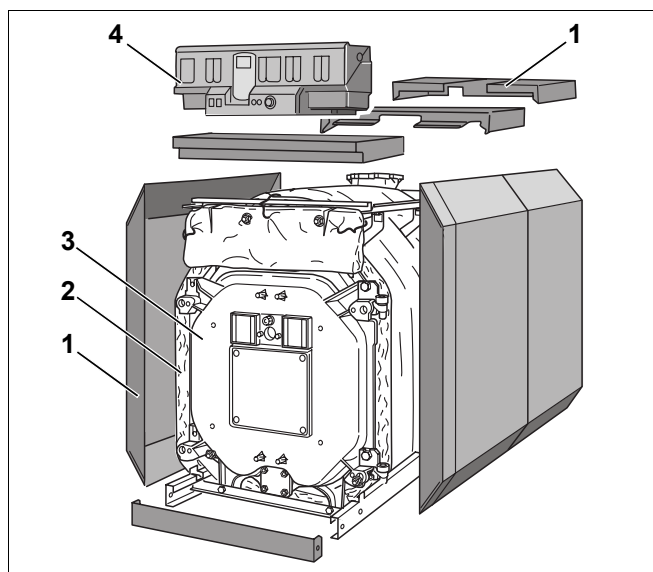
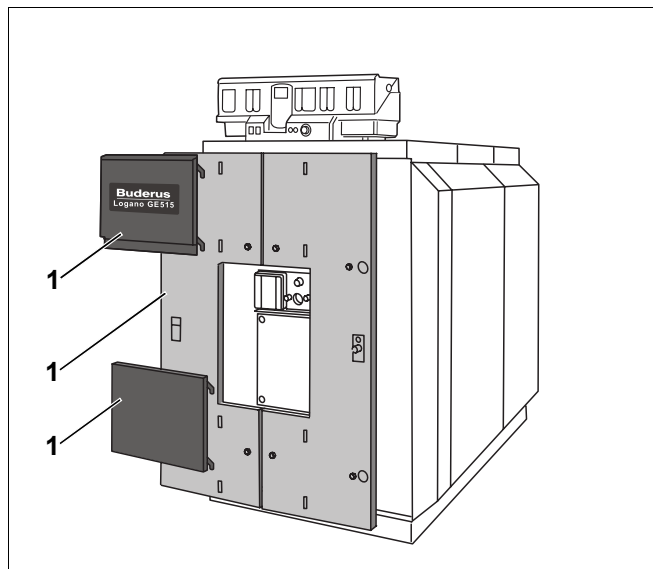

Fig. 1 Caldaia speciale a gasolio/gas Logano GE515
Fig. 2 Caldaia speciale a gasolio/gas Logano GE515
- blocco caldaia (fig. 1, [3]).
- Mantello caldaia (rivestimento, fig. 1 e fig. 2, [1]), isolamento termico (fig. 1, [2]).
- Apparecchio di regolazione (fig. 1, [4]). L'apparecchio di regolazione serve per il controllo ed il comando di tutte le parti componenti elettriche della caldaia speciale a gasolio/gas Logano GE515.